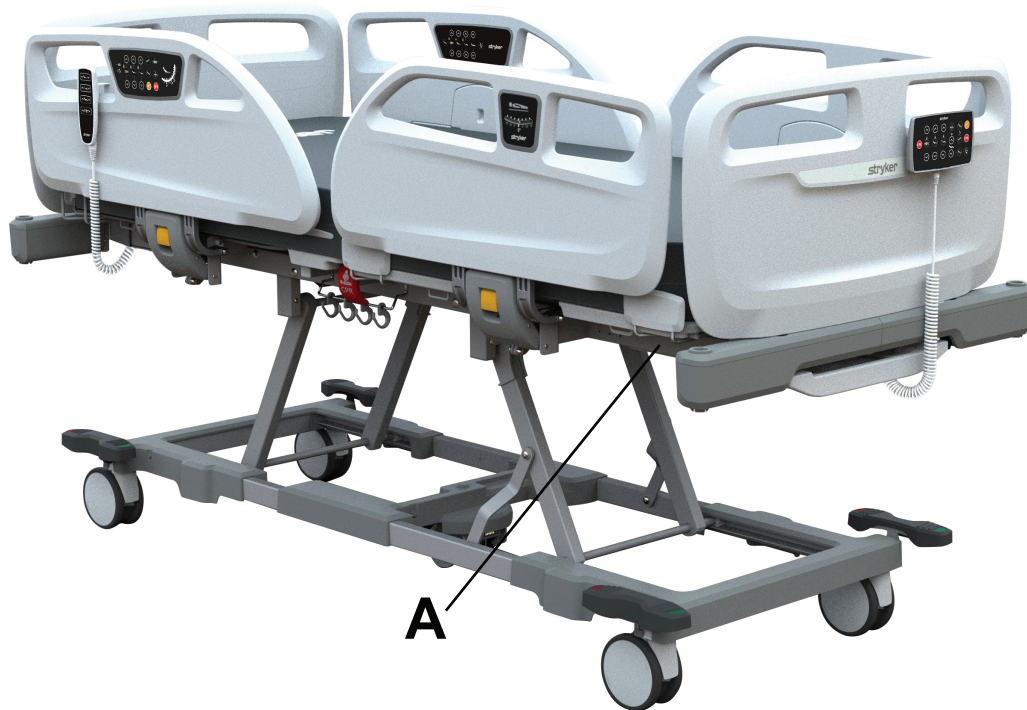

Figura 6 – Numărul de serie Stryker și locația etichetei cu specificații
Numărul de serie Stryker și eticheta cu specificații (A) sunt localizate sub bara laterală a pacientului, lângă capătul pentru picioare al produsului (Figura 6).